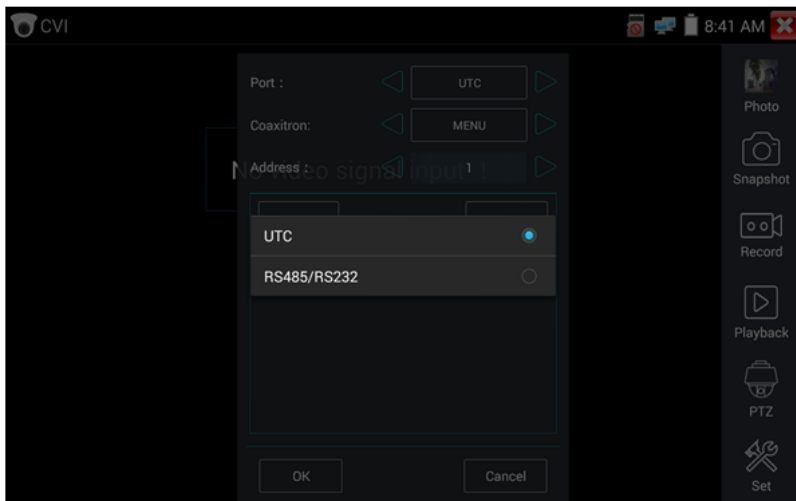

Рис. 88 Выбор UTC для управления PTZ камерой
- 2) Выберите в настройках PTZ порт (Port) – UTC – управление по коаксиальному кабелю (рис. 88) Значение MENU – вызывает OSD меню самой видеокамеры;